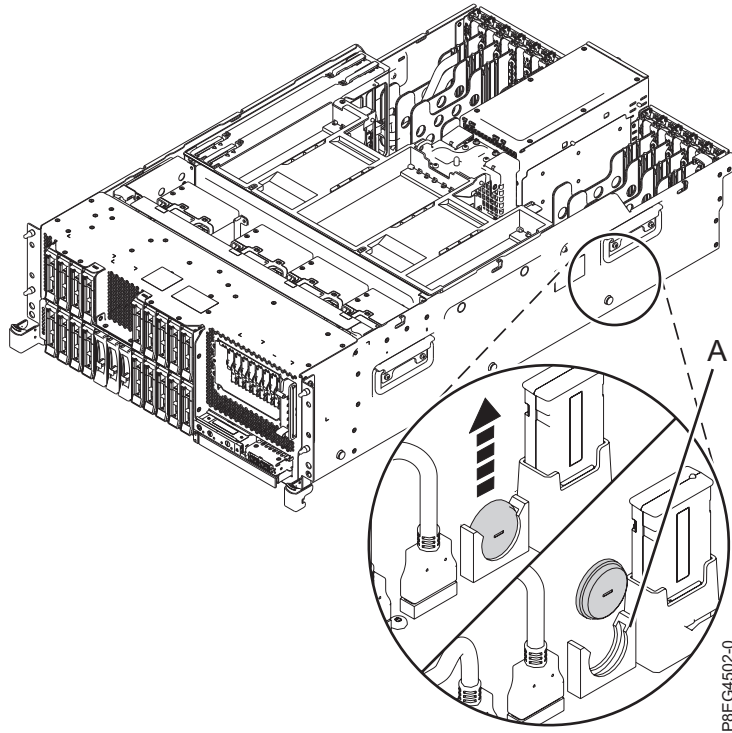

Figura 1. Extracción de la batería de hora del día
2. Extraiga la batería de hora del día de su ranura correspondiente (**A**) en la placa posterior del sistema, como se muestra en la Figura 1 en la página 5. Anote la orientación de la polaridad de la batería para insertarla con la misma orientación más adelante.